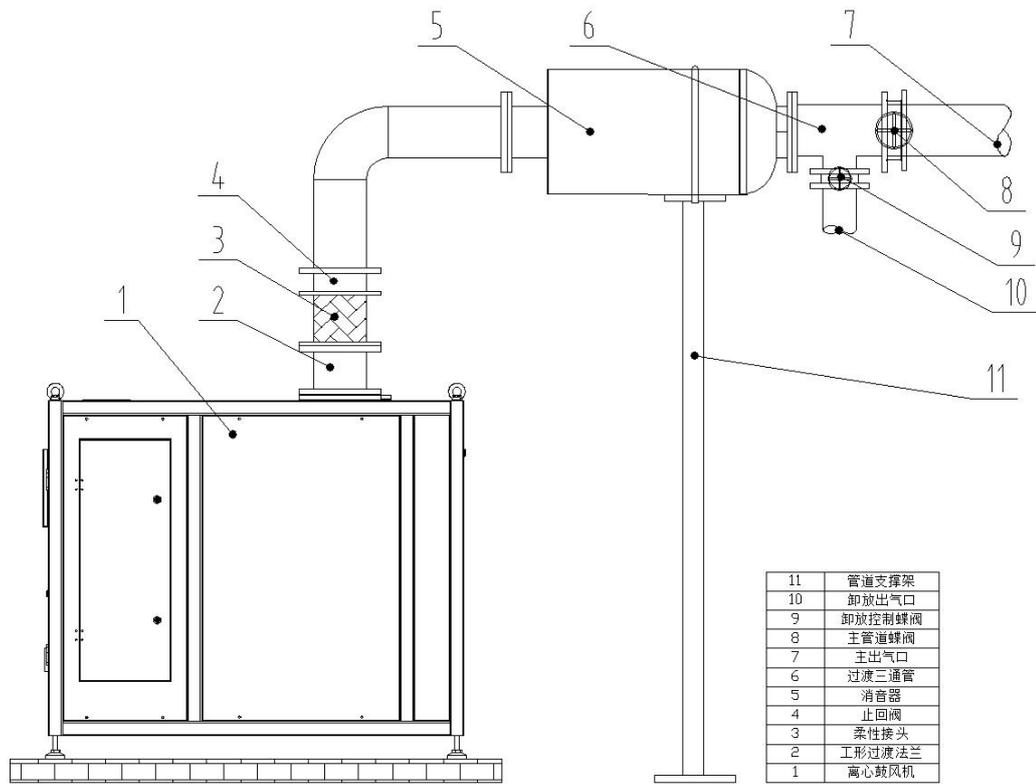

图4-4 管路布局图
4.4.6. 为了保护鼓风机不受管道自身重量的影响，如图4-4⑪设置支撑架。